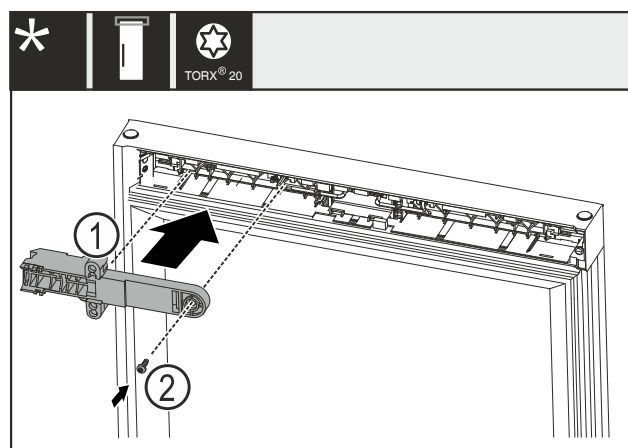

Fig. 23
- Tourner la pièce de maintien du verrou Fig. 23 (1) de 180° et la monter du côté opposé.
- Fixer la pièce de maintien du verrou Fig. 23 (1) avec la vis Fig. 23 (2).